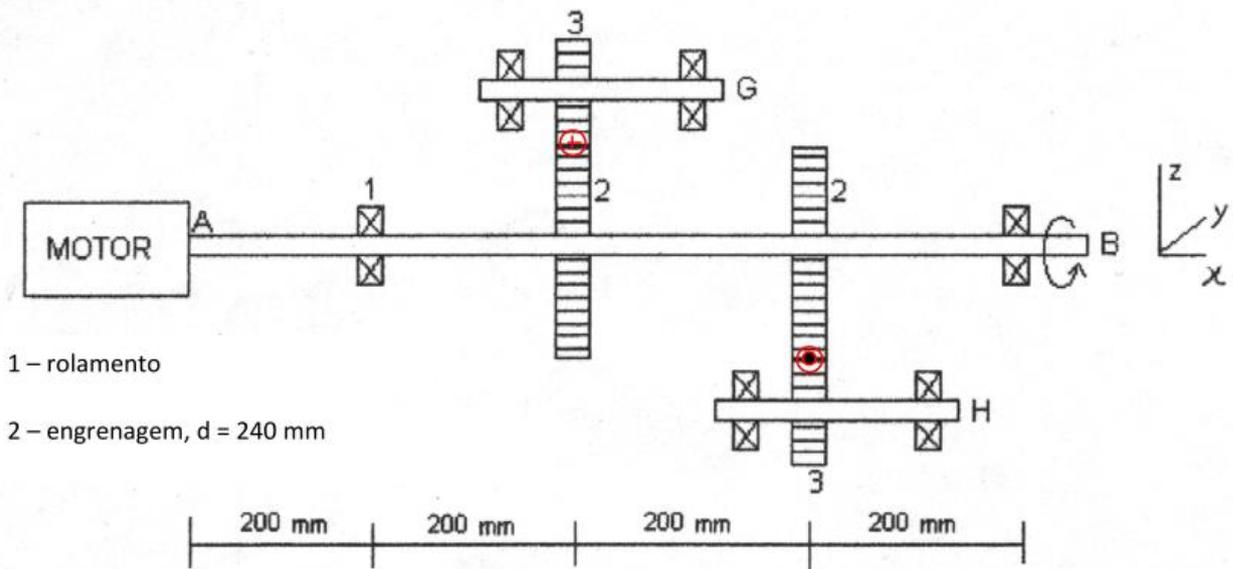

Figura 2.9
2.2.5 O eixo maciço AB da Figura 2.9 tem um diâmetro 50 mm, transmite aos veios G e H uma determinada potência, rodando a uma velocidade de 360 rpm. Determine a máxima potência que o novo motor pode debitar ao sistema, sabendo que o veio foi dimensionado pelo critério de von Mises, admitindo como tensão equivalente 100 MPa.